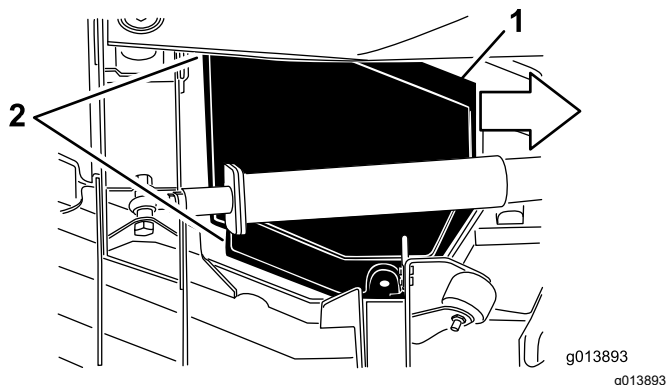

Figura 47
5. Sollevando il coperchio, fatelo scorrere verso il trattorino di circa 2,5 cm, per sganciare il bordo del coperchio esterno dal piatto (Figura 47).